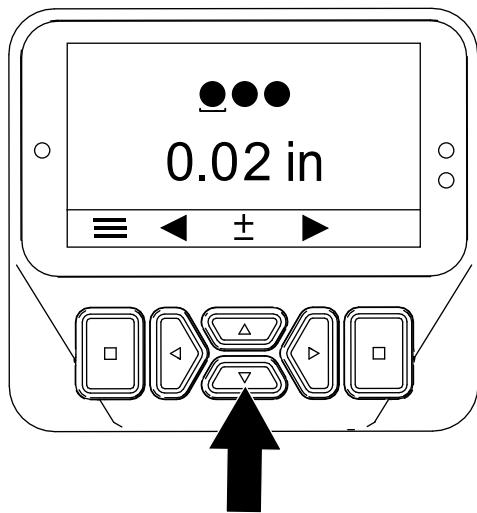

図 56
3. [タイン直径の設定] 画面が表示されるまで、右ボタンを押す(図 55と図 56)。
4. 次のように上下ボタン (図 56) を使ってタインの直径を調整する。